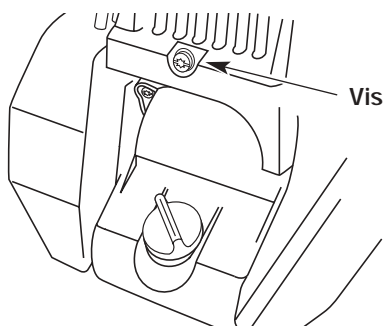

Fig. 64
3. Enlevez la vis derrière le couvercle du moteur (Fig. 64).